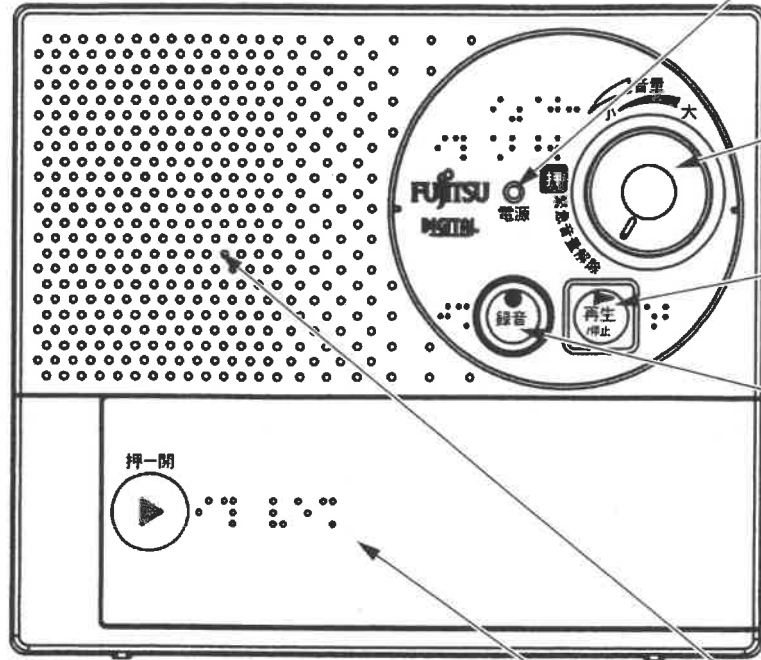

図1-1 正面
2. 図1-1に示すように電池プタの「▶」の部分指で押しながら、右方向に動かすと電池プタがスライドします。古い乾電池を取り出して下さい。